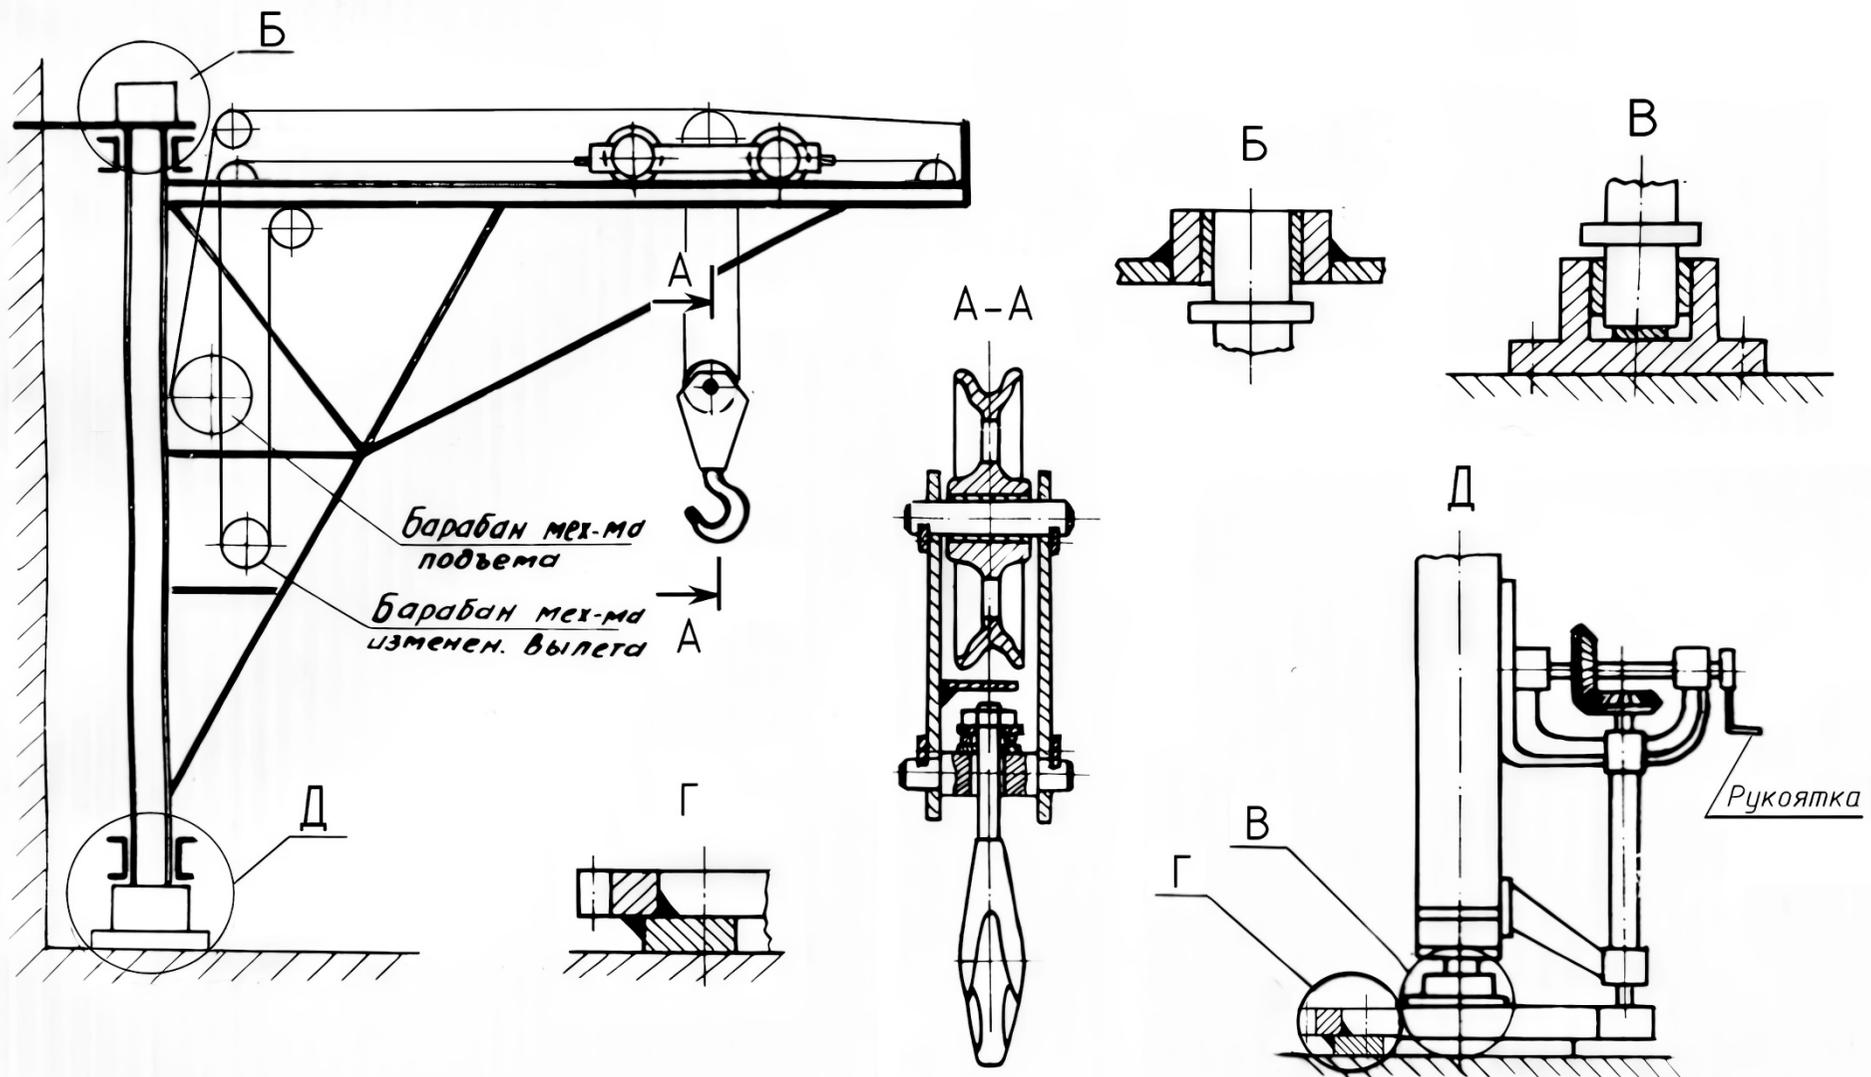

Рисунок 4 – Кран поворотный с переменным вылетом
27. Составить кинематическую схему механизма изменения вылета крана (тележка с канатной тягой) и при известных весе тележки  $G_T = 2 \text{ кН}$ , поднимаемого груза  $G = 40 \text{ кН}$ , вылете стрелы крана  $L = 5 \text{ м}$  определить тяговое усилие для передвижения тележки. Кран установлен в помещении (рис. 4). Недостающими данными задаться.
28. При известном весе груза  $G$  проверить прочность деталей грузовой подвески (траверсы, оси блока, подшипников блока и крюка) (рис. 4, А-А). Задача выполняется в общем виде без числовых значений.
29. При известных высоте подъема груза  $H = 6 \text{ м}$ , диаметре каната  $d_k = 11 \text{ мм}$ , режиме работы ПВ = 15 % определить размеры барабана механизма подъема груза (рис. 4). Кратность простого полиспаста  $k_{п} = 2$ . Недостающими данными задаться.
30. Определить усилие, которое необходимо приложить к рукоятке механизма поворота для вращения крана при установившемся движении (рис. 4, узел Д). Задача выполняется в общем виде без числовых значений.
31. Проверить на статическую прочность вертикальный вал механизма поворота крана (рис. 4, узел Д). Задача выполняется в общем виде без числовых значений.
32. Рассчитать сварное соединение неподвижного зубчатого венца механизма поворота с опорным кольцом (рис. 4, узел Г). Момент  $T = 3000$  Нм, диаметр расположения шва  $D_{ш} = 700$  мм. Недостающими данными задаться.
33. Составить кинематическую схему механизма подъема груза и при известных весе груза  $G = 50$  кН, скорости подъема  $v_{гр} = 10$  м/мин, допускаяемом времени пуска двигателя  $[t_n] = 1$  с определить статическую мощность двигателя  $P_{ст}$  и проверить двигатель на разгон по условию  $t_n \geq [t_n]$  (рис. 4). Недостающими данными задаться.
34. При известном моменте сопротивления  $T_c = 3000$  Нм проверить прочность болтов крепления неподвижного зубчатого венца к фундаменту при условии установки их с зазором (рис. 4, узел Г). Диаметр расположения болтов  $D_0 = 500$  мм, число болтов  $z = 8$ . Недостающими данными задаться.
35. При известных весе груза  $G$ , тележки  $G_T$  и весе крана  $G_{кр}$  проверить подшипники опор колонны (рис. 4, узлы Б и В). Задача выполняется в общем виде без числовых значений.
36. Определить расчетный тормозной момент  $T_{тр}$  для торможения тележки при известных весе груза  $G = 50$  кН, тележки  $G_T = 2$  кН, замедлении  $[a_T] = 0,6$  м/с2, частоте вращения барабана механизма изменения вылета стрелы  $n_6 = 30$  мин-1 и диаметре барабана  $D_1 = 260$  мм (рис. 4). Недостающими данными задаться.
37. При известных величине сопротивления движению тележки  $W_c$ , величине максимального вылета стрелы крана  $L$ , весе одного погонного метра каната  $q$  и коэффициенте трения между канатом и барабаном  $f$  определить необходимое число витков тягового каната на барабане, при котором не будет проскальзывания каната (рис. 4). Задача выполняется в общем виде без числовых значений.